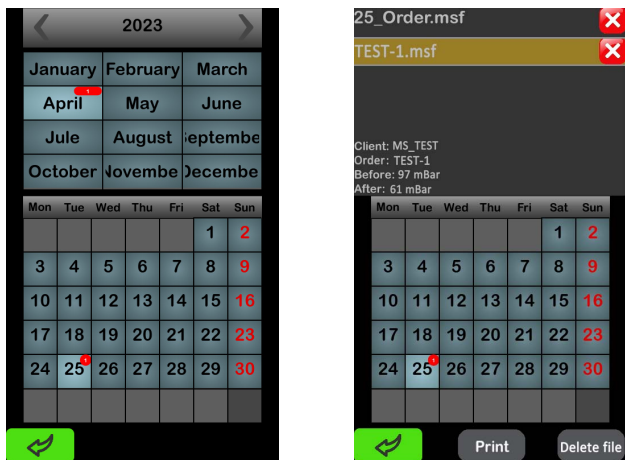

Rysunek 33
- Podłącz wąż z modułu MS900A do **wylotu filtra**. Aktywuj tryb suszenia i rozpocznij proces przyciskiem „**Start**”, p. rys. 33. W razie potrzeby proces można przerwać lub przedłużyć w dowolnym momencie odbywa się to za pomocą przycisków "+" " - " znajdujących się w pobliżu timera.